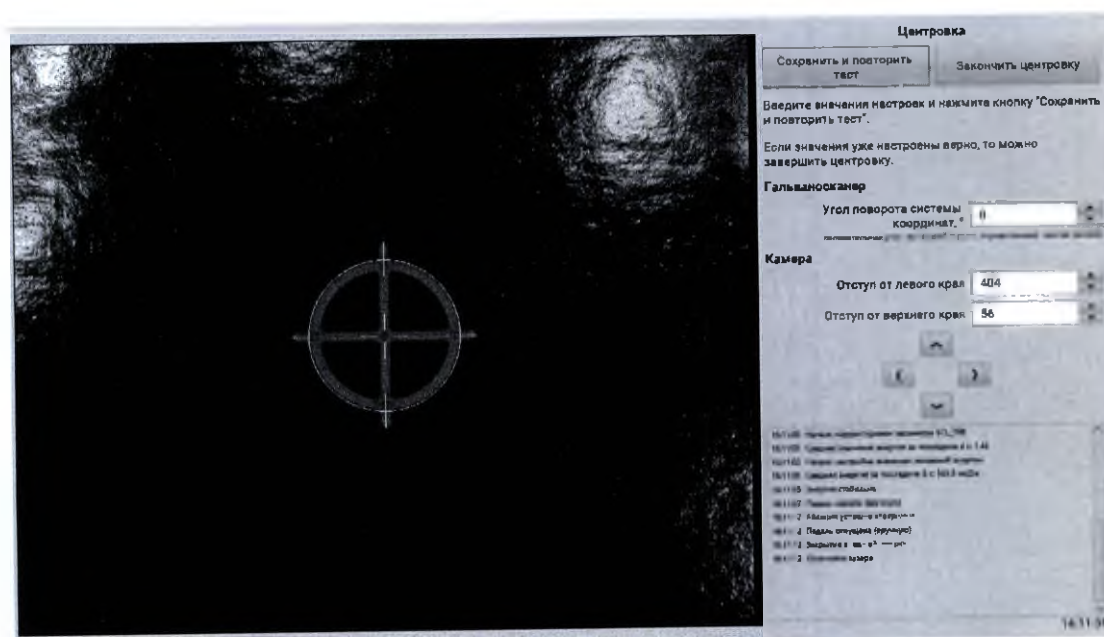

Рис. 8.6: Окно теста «центровка» (конец)
5. Нажмите педаль и удерживайте её, пока генерация не прекратится. После окончания абляции окно теста примет вид рис. 8.6.